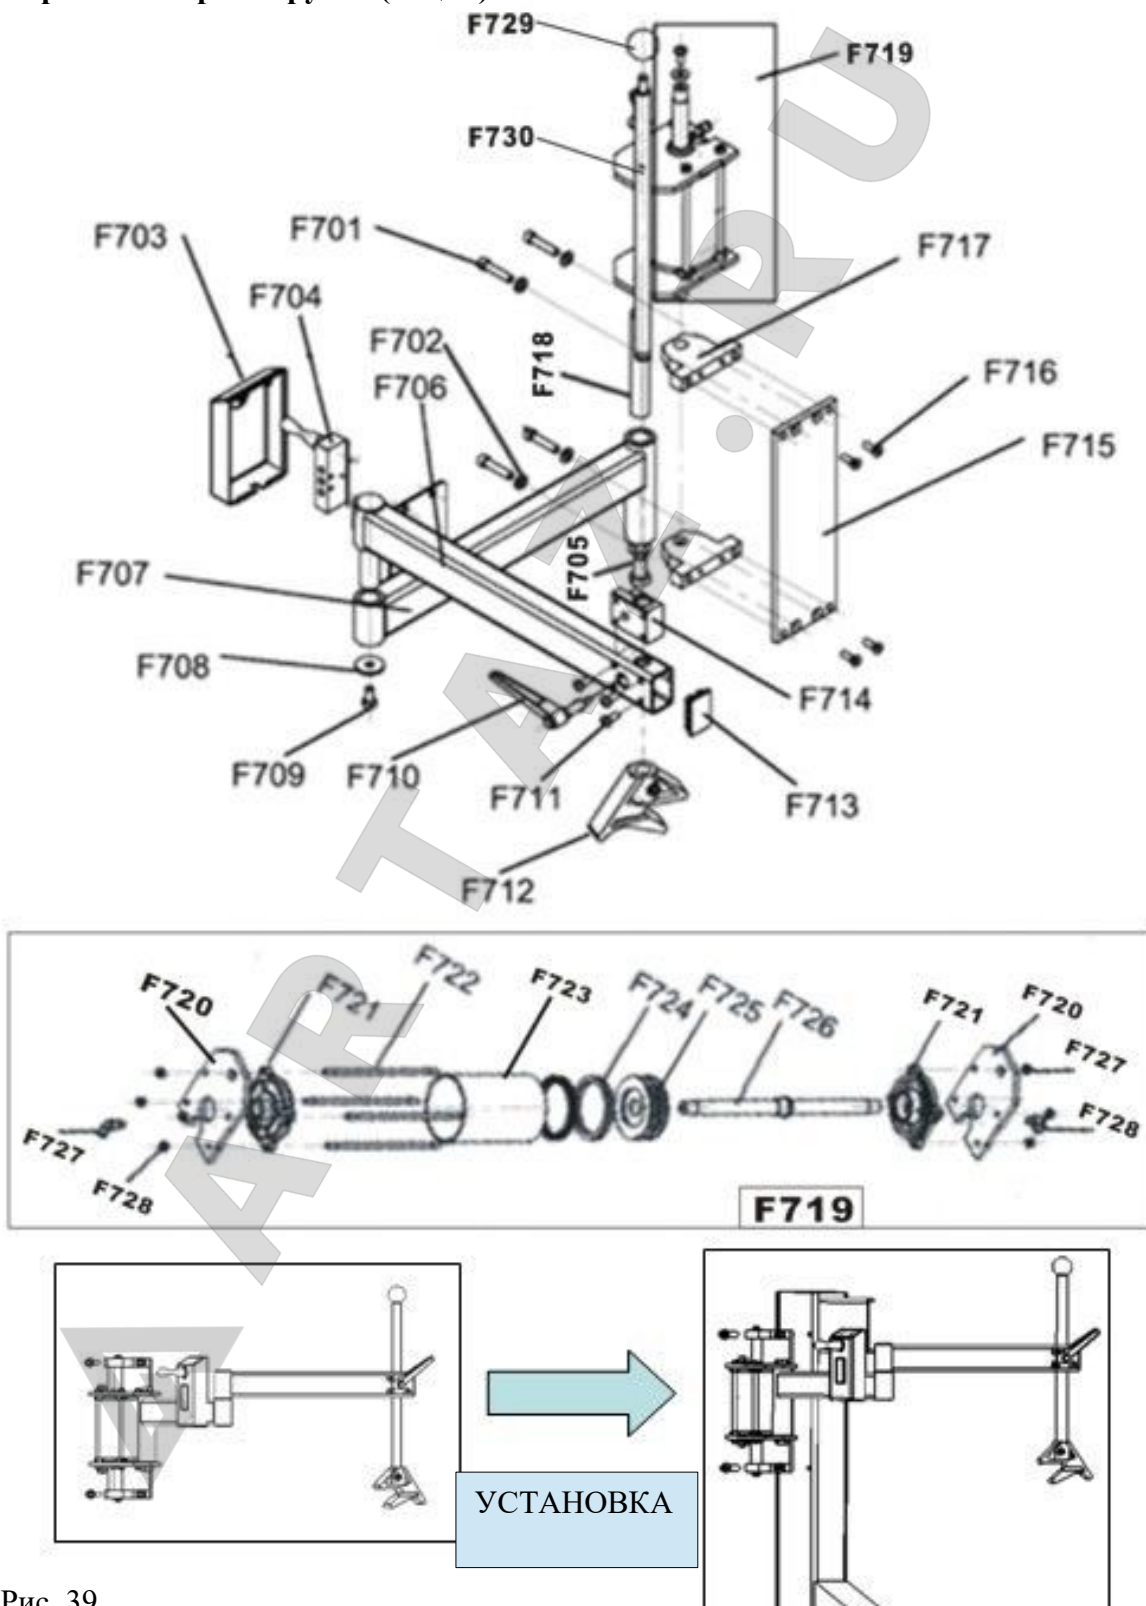

Рис. 39
**1002113 Устройство «третья рука» (опция) (рис. 39)**